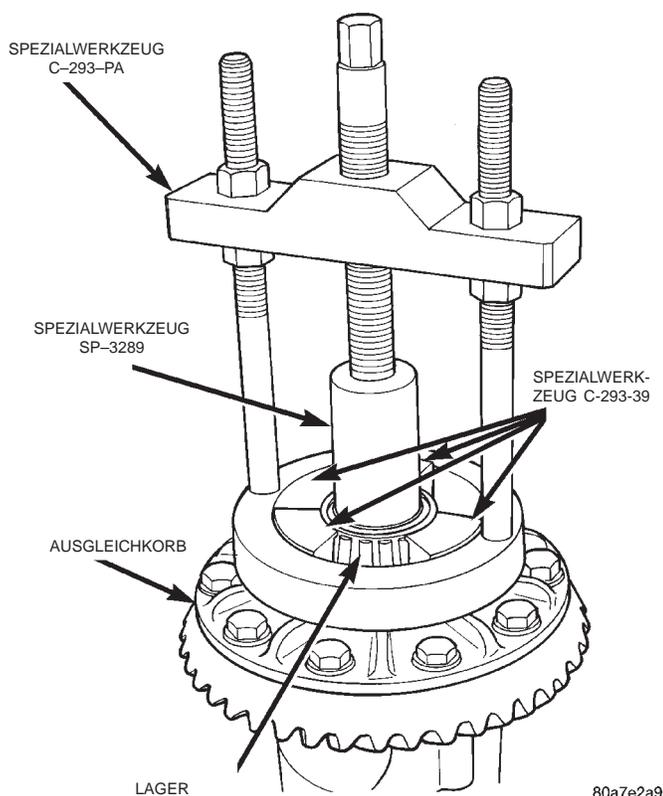

Abb. 31 Differentiallager ausbauen
(1) Ausgleichkorb aus dem Differentialgehäuse ausbauen.
(2) Die Lager mit den Werkzeugen C-293-PA, C-293-39 und Treiber SP-3289 vom Ausgleichkorb abziehen (Abb. 31).